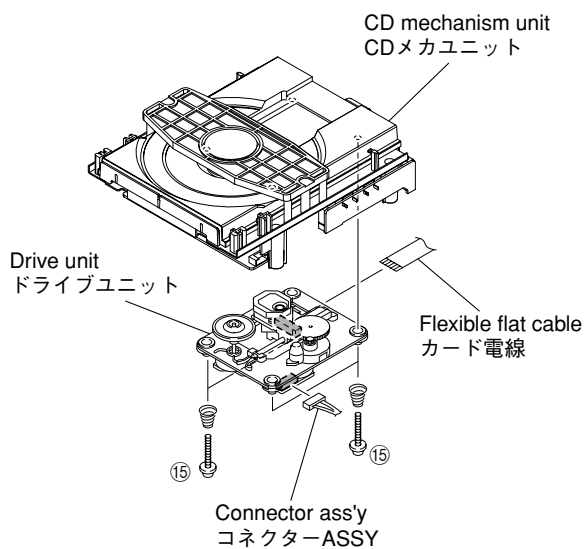

Fig. 5
- Remove 4 screws (15) and then remove the drive unit. (Fig. 5)
- Remove flexible flat cable and connector ass'y. (Fig. 5)
- ⑮のネジ4本を外し、ドライブユニットを取り外します。(Fig. 5)
- カード電線、コネクタASSYを外します。(Fig. 5)